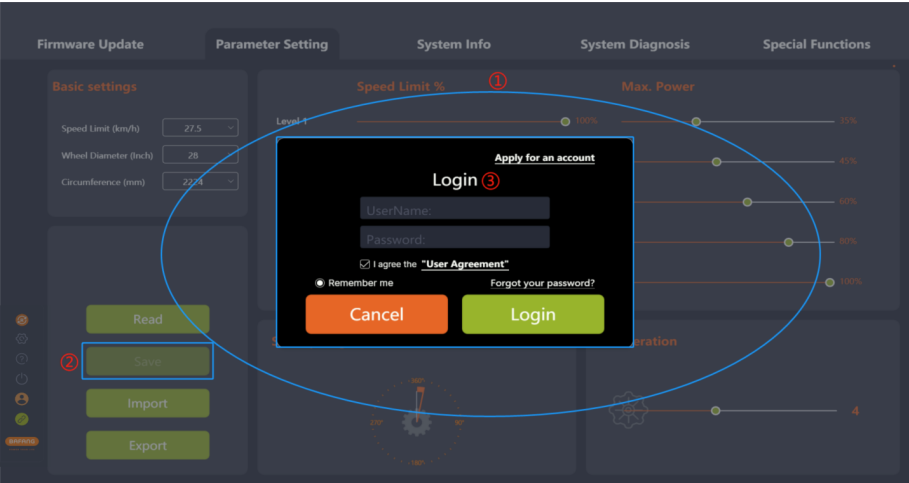

图 5-5 登录
- 3. 如未登录会弹出登录界面，提示用户登录（如图 5-5 ）。